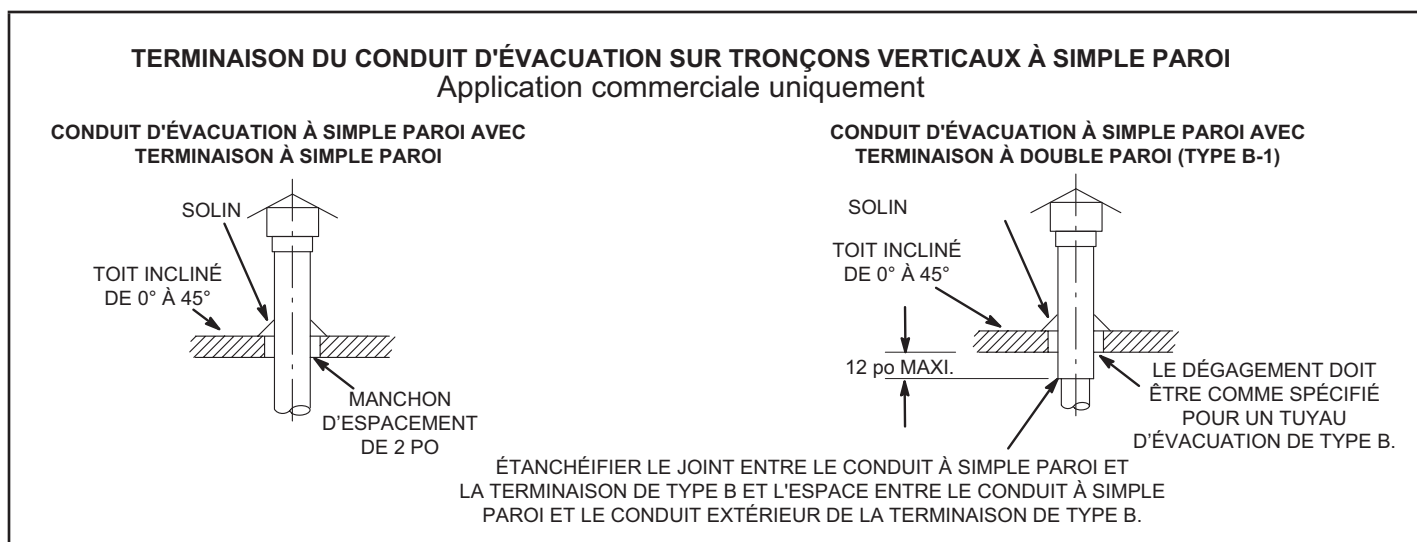

FIGURE 3
- 1 - Ces aérothermes doivent être utilisés avec des cheminées homologuées NFPA ou ANSI, ou des conduits d'évacuation de type B-1 homologués U.L., ou des systèmes de revêtement de cheminée homologués pour l'évacuation des gaz de combustion, comme applicable. Ils doivent également adopter les modifications et respecter les restrictions indiquées à la Figure 3. Étanchéifier les produits d'évacuation à simple paroi conformément à la section **Recommandations et exigences générales**.